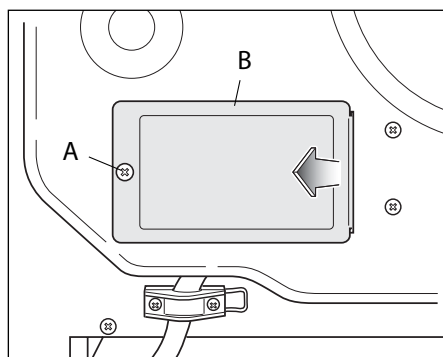

Figura 9
- Svitare la vite A che fissa la piastra di copertura B dietro al forno (Figura 9).